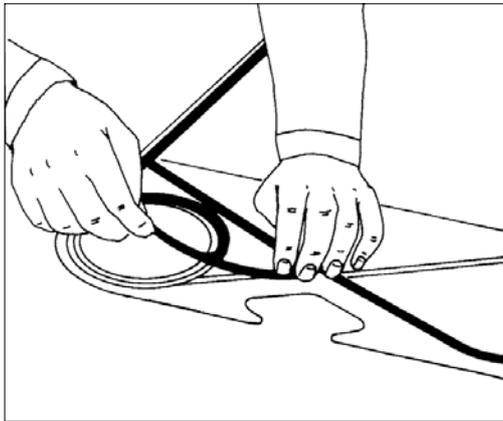

FIG. 13 가
3.3.1 (BONDED TYPE) 가 - FIG. 13